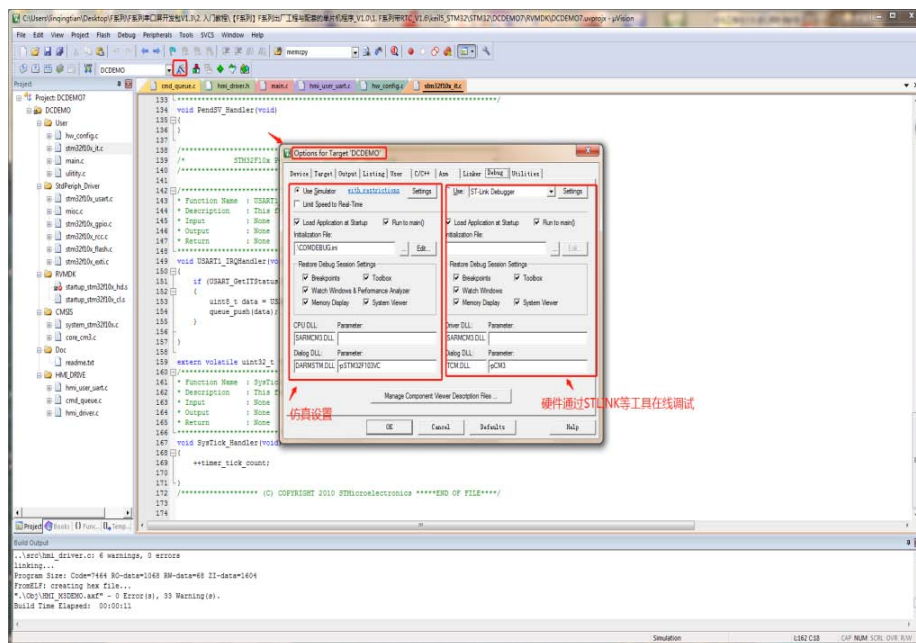

图 4-13 Debug
3. 打开 KEIL 工程，点击工具栏中“Options for Target”，并在弹窗中选择【Debug】配置，如图 4-13 所示；